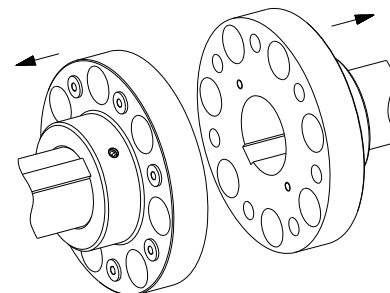

Рис. 20
- Установите ступицы на валах ведущего и ведомого агрегатов таким образом, чтобы внутренние торцы полумуфт были заподлицо с торцами валов. (см. рис. 20).